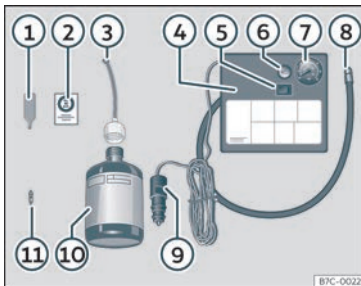

Fig. 34 Representación estándar: contido do kit antipicadas.
O kit antipicadas atópase no compartimento do maiteiro, baixo o revestimento do chan. Inclúe os seguintes compoñentes»» fig. 34 :
- Desaparafuse a carapucha e o obús da válvula do pneumático. Use o dispositivo »» fig. 34 ① para extraer o obús. Póñao sobre unha superficie limpa.
- Sacuda con forza a botella de illante de pneumáticos»» fig. 34 ⑩.
- Enrosque o tubo de inflamento»» fig. 34 ③ na botella de illante. O precinto da botella romperá automaticamente.
- Retire o tapón do tubo de carga»» fig. 34 ③ e enrosque o extremo aberto do tubo na válvula do pneumático.
- Volva a colocar o obús co dispositivo »» fig. 34 ① na válvula do pneumático.
- Enrosque o tubo de inflamento do pneumático do compresor»» fig. 34 ⑧ na válvula do pneumático.
- Asegúrese de que o parafuso de evacuación de aire estea pechado»» fig. 34 ⑥.
• Acople o conector»» **fig. 34 ④** á toma de corrente de 12 voltios do vehículo »» páx. 149.
• Conecte o compresor de aire con conmutador ON/OFF»» **fig. 34 ⑤**.
• Pegue o adhesivo»» **fig. 34 ②** no cadro de instrumentos, dentro do campo visual do condutor.
Enrosque de novo o tubo de inflamento »» **fig. 34 ⑤** e comprobe a presión no manómetro **⑥**.